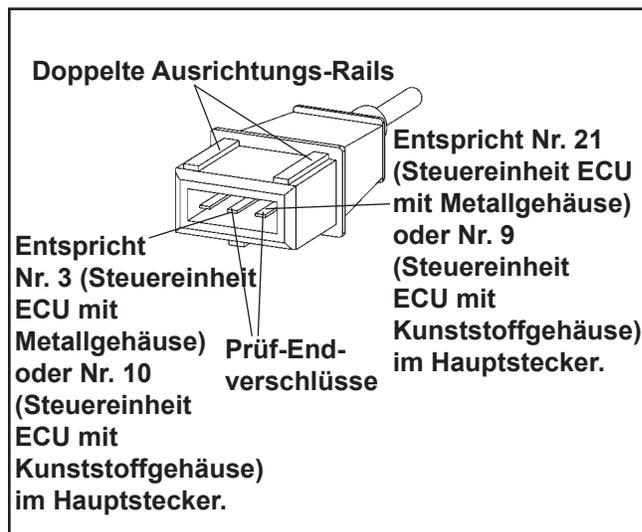

Abbildung 5B-5. Stecker Drehzahlsensor.
6. Den Stecker des Drehzahlsensors von der Verkabelung trennen. Es handelt sich um den Stecker mit dem schwarzen Kabel (siehe Abbildung 5B-5). Mit Blick auf den Stecker, wie gezeigt (doppelte Ausrichtungs-Rails oben), den Widerstand zwischen den angegebenen Endverschlüssen überprüfen. Hier sollten erneut **750-1000 Ω** abgelesen werden.